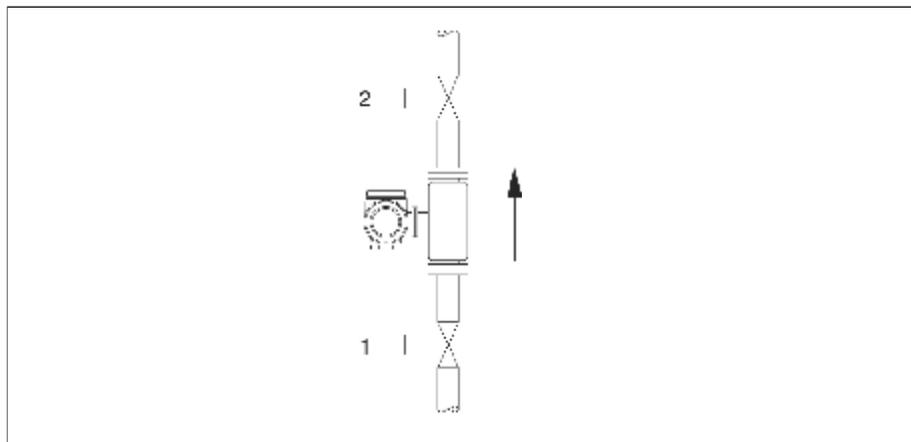

图33：零点校正和截止阀
- 零点校正必须在测量管内充满流体并且流速为零( $v=0\text{m/s}$ )的情况下进行。可通过在传感器前后安装截止阀或利用现有的阀门来满足此要求（图33）：